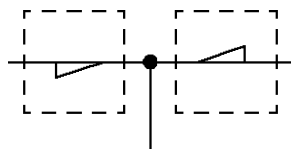

图 5-39 填充圆
(11) 单击“默认”选项卡“绘图”面板中的“圆”按钮，捕捉 O 点作为圆心，绘制一个半径为 1.5 mm 的圆。
(12) 单击“默认”选项卡“绘图”面板中的“图案填充”按钮，弹出“图案填充创建”选项卡，选择 SOLID 图案，其他选项保持系统默认设置。选择第 (11) 步中绘制的圆作为填充边界，填充结果如图 5-39 所示。至此，电极探头符号绘制完成。